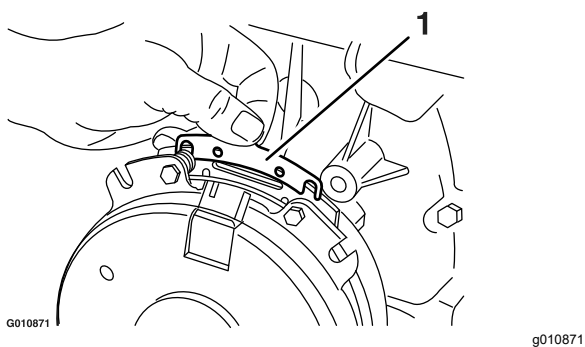

Figura 75
- B. Usando un alicate de punta fina, o a mano, sujete la pestaña y retire el suplemento (Figura 75).
Retire cualquier acumulación de hierba, suciedad u otros residuos de la rejilla del motor. Esto ayuda a asegurar una refrigeración adecuada y una velocidad de motor correcta, y reduce la posibilidad de sobrecalentamiento y daños mecánicos al motor (Figura 75).